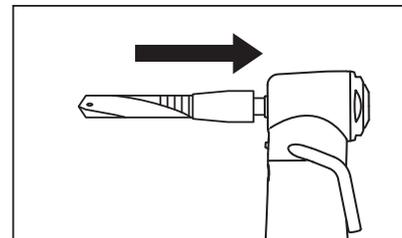

Рис. 3
- 3) Немного надавите на бор внутрь до характерного щелчка фиксирующего механизма, означающего правильную установку бора. (Рис.3)